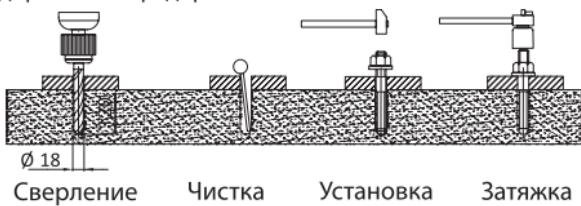

Рисунок 5. Установка анкерных болтов.
- Подъёмник необходимо устанавливать на ровное и прочное основание, которое должно обеспечивать максимальную, рассчитанную исходя из грузоподъёмности подъёмника, несущую способность, при любых возможных условиях работы. Для напольного монтажа необходим бетон марки не ниже М350, средняя прочность 327 кгс/см². Крепление подъемника осуществляется 8 анкерными болтами (мин. рекомендованный диаметр 16 мм). Схема крепления показана на рис. 5.